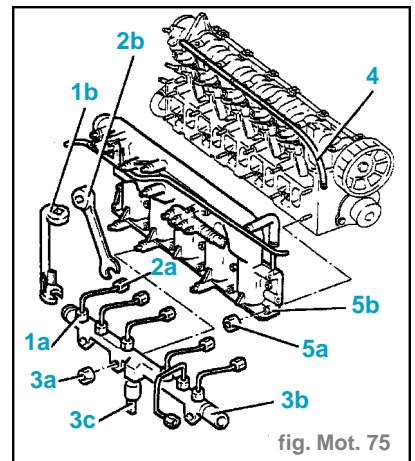

fig. Mot. 75
- Relâcher les raccords (1a) du côté du collecteur des tuyauteries allant du collecteur du combustible aux électro-injecteurs avec l'outil (1b) 1.870.671.000. (fig. Mot. 75)